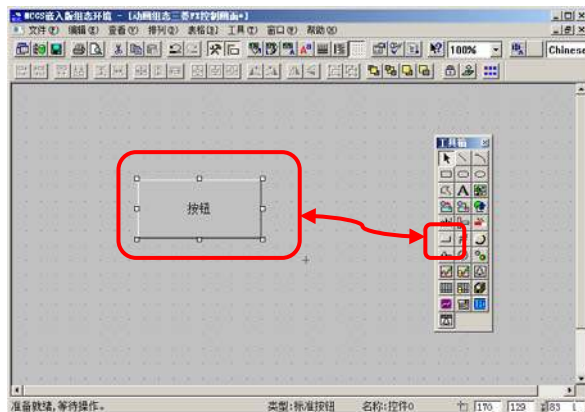
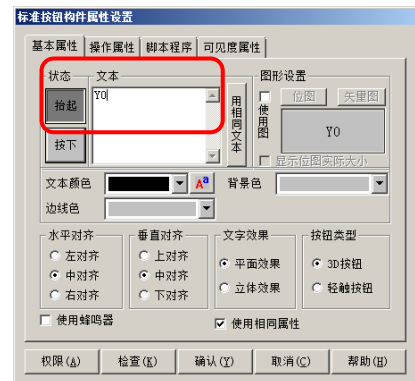

图 4.2.5
图 4.2.6
① **按钮：**从工具箱中单击“标准按钮”构件，在窗口编辑位置按住鼠标左键拖放出一定大小后，松开鼠标左键，这样一个按钮构件就绘制在窗口中。如图4.2.5所示。接下来双击该按钮打开“标准按钮构件属性设置”对话框，在基本属性页中将“文本”修改为Y0，点击确认按钮保存，如图4.2.6所示。